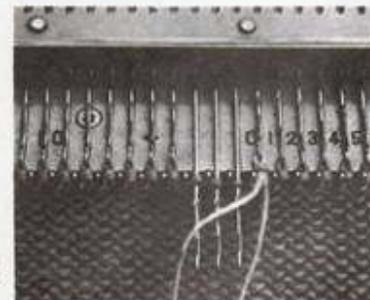

Fig. 68
- A l'endroit de la boutonnière, avancer 4 aiguilles en position D afin de faire passer les mailles derrière les clapets, poser sur les crochets de ces 4 aiguilles, un morceau de laine de couleur de 15 cm environ (fig. 68).